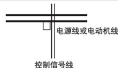

图3-16 系统配线要求
- (1) 变频器到电动机的线(U、V、W端子引出线)应尽量避免与电源线(R、S、T或R、T端子输入线)平行走线。应保持30厘米以上的距离。
- (2) 变频器输出U、V、W端子三根电机线尽量置于金属管或金属槽槽内。
- (3) 控制信号线应采用屏蔽电缆,屏蔽层与变频器PE端相连,靠近变频器侧单端接地。
- (4) 变频器PE端接地电缆不得借用其它设备接地线,必须直接与接地板相连。
- (5) 控制信号线不能与强电电缆(R、S、T或R、T与U、V、W)平行近距离布线,不能捆扎在一起,保持20~60厘米(与强电电流大小有关)以上的距离。如果要相交,则应相互垂直穿越,如图3-16所示。
- (6) 控制信号和传感器等弱电接地线必须与强电接地线分别独立接地。
- (7) 禁止在变频器电源输入端(R、S、T或R、T)上连接其它设备。